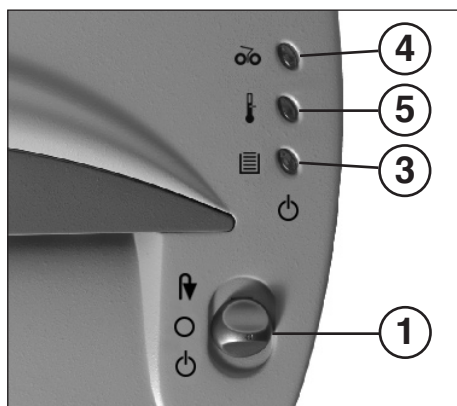

Рис. 1
1 = функциональный переключатель (рис. 1)
3 = Контрольная лампочка (рис. 1)
4 = Контрольная лампочка (рис. 1)
5 = Контрольная индикация (рис. 1)
- Переведите функциональный переключатель (1) (рис. 1) в положение «». Загорается контрольная лампочка (3) (рис. 1) (зелёный).
Следите за тем, чтобы прибор в ночное время был выключен с помощью функциональный переключатель (1), (рис. 1). Переведите функциональный переключатель в положение "О".
- Загорается контрольная индикаторная лампочка (4) (рис. 1).
- Сначала переведите функциональный переключатель (1) (рис. 1) в положение "I" (загруженный материал выходит назад) и затем сразу в положение "О".
- Контрольная индикация (4) (рис. 1) погаснет.
- Вышедшую назад бумагу оторвите немного выше загрузочного отверстия и затем переведите функциональный переключатель (1) (рис. 1) в положение "I".
- Переведите функциональный переключатель (1) (рис. 1) в положение "О".
если происходит перегрузка двигателя, то он отключается. Загорается контрольная индикаторная лампочка (5) (рис. 1). Выключите прибор с помощью функциональный переключатель (1) (рис. 1) (положение "О"). По истечении времени охлаждения 25-30 минут (в зависимости от температуры в помещении) Вы можете снова включать прибора.